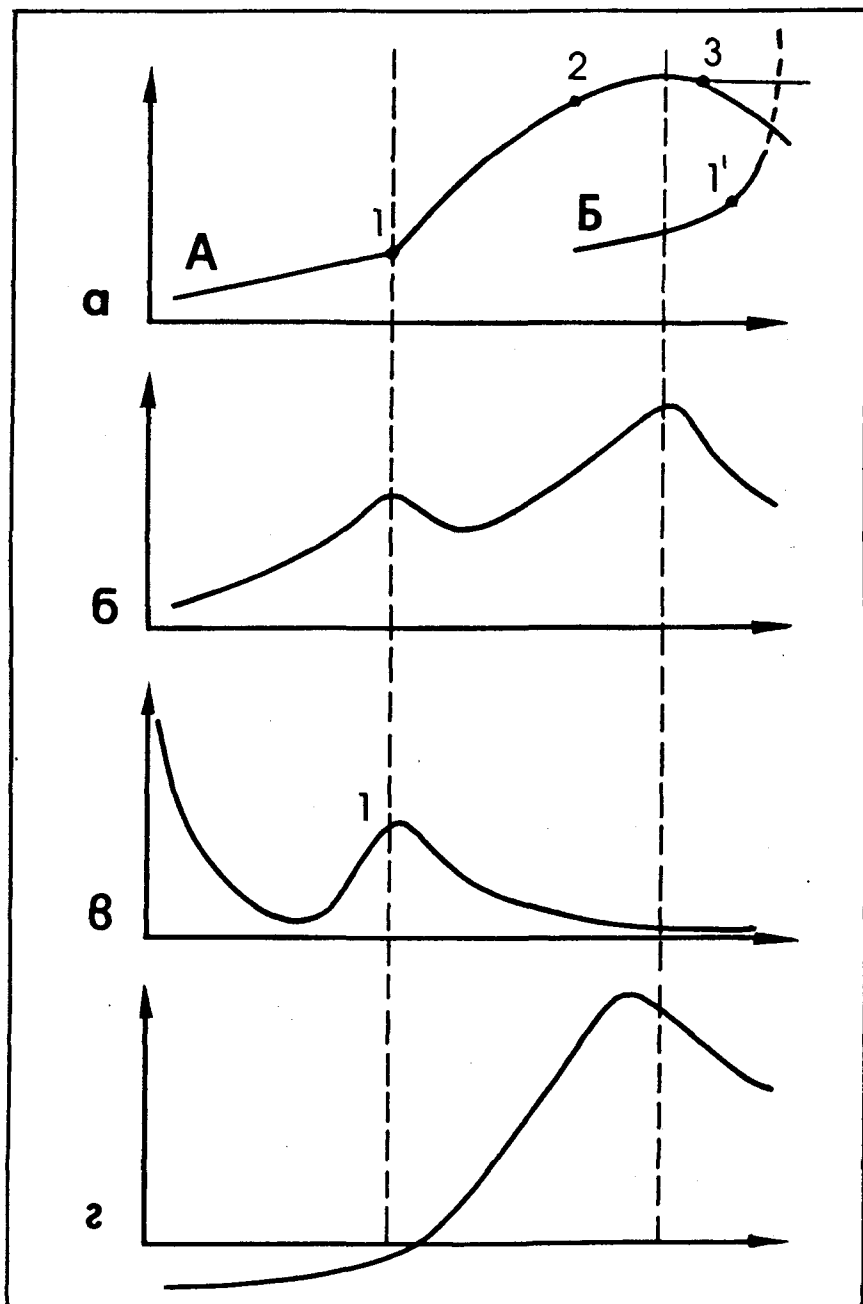

Рис. 1. Схема этапов развития технических систем
Технические системы, как и биологические (и любые другие), не вечны: они возникают, переживают периоды становления, расцвета, упадка и, наконец, сменяются другими системами. Типичная история жизни технической системы показана на рис. 1а, где на оси абсцисс отложено время, а на оси ординат — один из главных показателей системы (скорость самолета, грузоподъемность танкера, число выпущенных телевизоров и т. д.). Возникнув, новая техническая система далеко не сразу находит массовое применение: идет период обростания системы вспомогательными изобретениями, делающими новый принцип практически осуществимым. Быстрый рост начинается только с точки 1. Далее система энергично развивается, ассимилируя множество частных усовершенствований, но сохраняя неизменным общий принцип. С какого-то момента (точка 2) темпы развития замедляются. Обычно это происходит после возникновения и обострения противоречий между данной системой и другими системами или внешней средой. Некоторое время система продолжает развиваться, но темпы развития падают, система приближается к точке 3, за которой исчерпывают себя физические принципы, положенные в основу системы. В дальнейшем система остается без изменений (велосипед за по-
На рис. 1 б показано изменение количества изобретений на разных этапах развития системы. Первый пик связан с переходом к массовому применению системы, второй — с попытками любыми средствами продлить жизнь одряхлевшей системы. На рис. 1 в показаны наивысшие уровни изобретений на разных этапах жизни системы: рождение системы связано с одним или несколькими изобретениями пятого уровня, затем число изобретений снижается, но в районе точки 1 наблюдается некоторый пик — изобретения, позволяющие перейти к массовому применению системы, нередко достигают третьего-четвертого уровней. После этого уровень изобретений вновь падает — и на этот раз необратимо.
На рис. 1 г показано изменение средней эффективности одного изобретения, т. е. размер даваемой им экономии. Великие изобретения пятого уровня и первые крупные и средние изобретения, превращающие новый принцип в отрасль техники, не дают прибыли, они убыточны. Прибыль появляется потом, когда новая машина находит массовое применение. Тогда любая мелочь дает большую экономию и, следовательно, большое авторское вознаграждение (если оплата производится в зависимости от величины экономии). Пример: сотрудники Института электросварки им. Е. О. Патона заменили пайку бокового вывода к цоколю лампы автоматизированной сваркой. Экономится лишь капля припоя. Замена пайки сваркой давно стала типовым приемом. Как максимум, это изобретение второго уровня, а скорее всего «неизобретательское изобретение» (изобретение первого уровня или даже
1.6. Привести примеры систем, находящихся: а) на начальном этапе развития, т. е. до точки 1 (см. рис. 1); б) между точками 1 и 2; в) между точками 2 и 3; г) после точки 3.